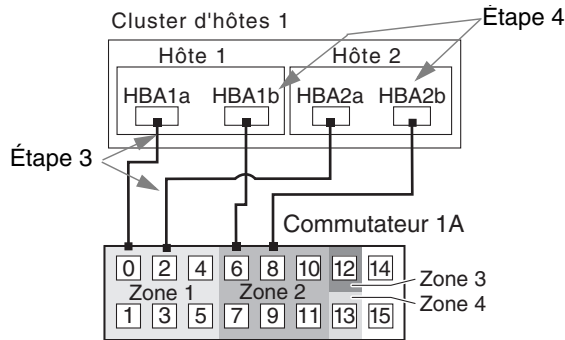

FIGURE 10 Connexions d'adaptateurs de bus hôte à des commutateurs FC
3. **Connectez le HBA principal de chaque hôte de ce site à un port disponible de la zone 1 du commutateur 1 (voir FIGURE 10).**
4. Connectez le HBA secondaire de chaque hôte de ce site à un port disponible de la zone 2 du commutateur 1 (voir FIGURE 10).